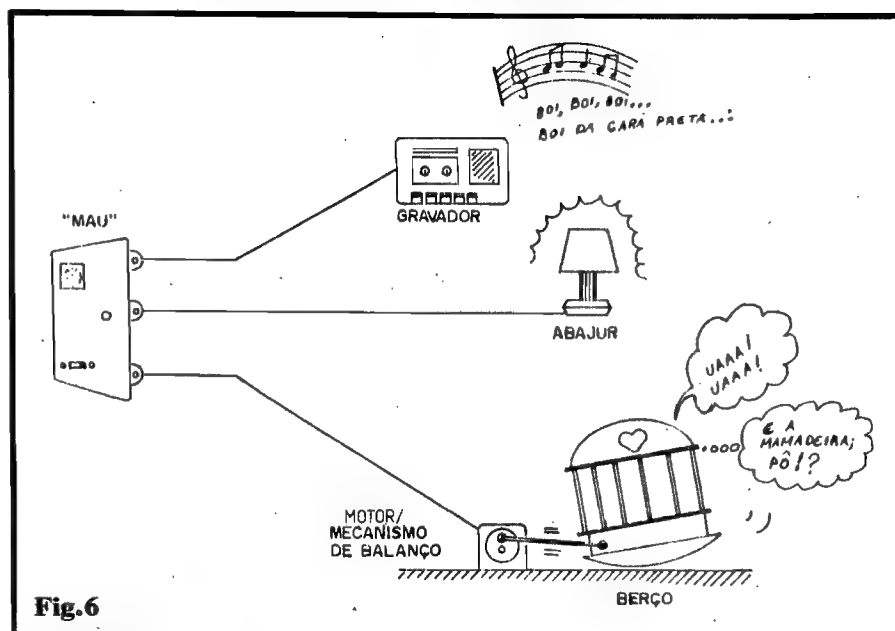

Fig.6
- FIG. 6 - POSSIBILIDADES DA "MÃE ELETRÔNICA"... - A figura ilustra exemplos básicos, já mencionados, de cargas que a MAU poderá ativar (não obrigatoriamente todas elas, dependendo da disposição e do ânimo do bebê monitorado...). Em qualquer caso, a caixa do circuito, com o microfone, deve ser posicionada não muito longe do berço, de modo que o choro do baby possa impressionar devidamente a MAU... Observem que aquela sugestão do motor acionando um mecanismo de balanço para o berço, se efetivamente utilizada, deverá ser feita com extremo cuidado e segurança (passando por testes rigorosos antes da utilização real...), já que qualquer falha poderá (para sermos eufêmicos...) "danificar" a pobre criança, por excesso de "balançamento"...